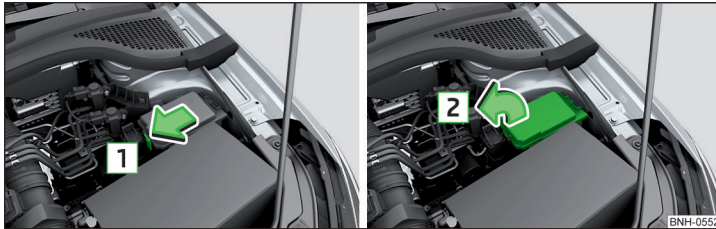
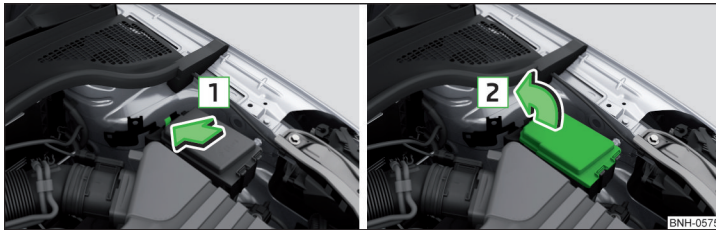

Abb. 169 Abdeckung des Sicherungskastens - Variante 1
Abb. 170 Abdeckung des Sicherungskastens - Variante 2
- Die Verriegelungstaste der Abdeckung in Pfeilrichtung **1** » Abb. 169 bzw. » Abb. 170 drücken.